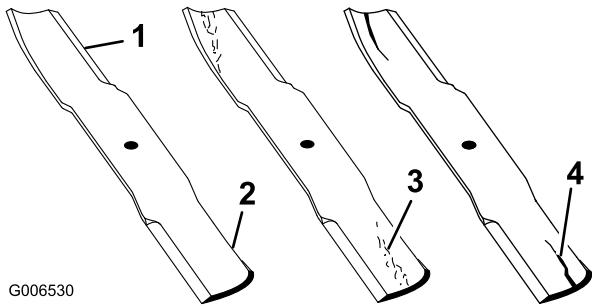

Figura 31
2. Examine cuidadosamente as extremidades da lâmina, prestando especial atenção à zona onde se encontram as partes curvas e planas da lâmina (Figura 31). Verifique o estado da lâmina antes da operação de corte, pois a areia e outros materiais abrasivos podem ter desgastado o metal que liga as partes curva e plana da lâmina. Se notar algum desgaste (Figura 31), substitua a lâmina; consulte Retirar a lâmina de corte.
**Se a lâmina continuar a sofrer este tipo de desgaste irá formar-se uma ranhura entre a parte curva e a parte plana da lâmina (Figura 31). Eventualmente, pode soltar-se algum pedaço da lâmina e projectar-se, ferindo-o a si ou a qualquer pessoa próxima.**